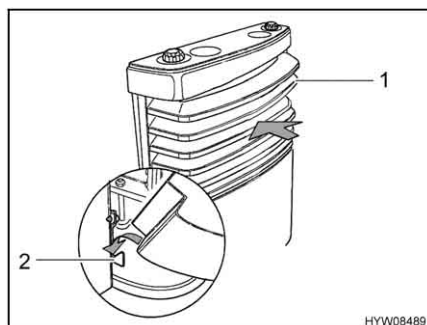

Fig. 69 Copertura del riscaldamento, supporti inferiori
- Montare la copertura del riscaldamento. A tale scopo, collocare la copertura (Fig. 69,1) sui supporti inferiori (Fig. 69,2).